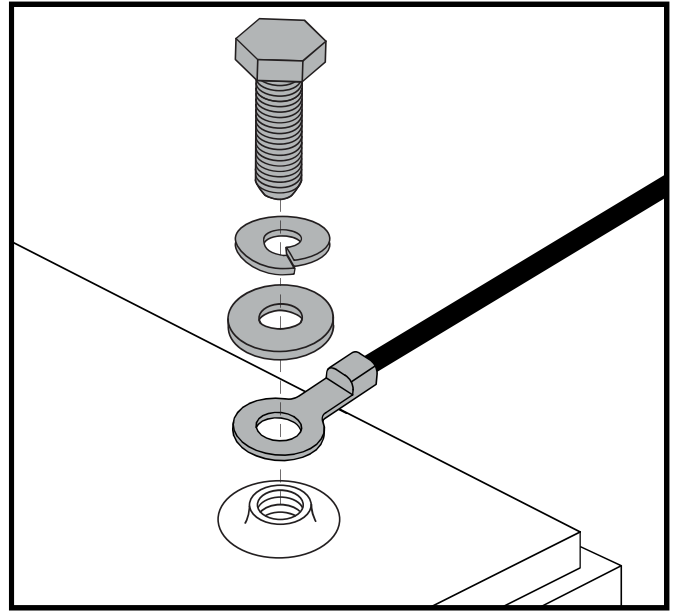

Figuur 14. Verwijdering/installatie van de accu, polen en aansluitingen
2. Maak de bevestiging van de accu's los. **Zie figuur 14.**
3. Maak de bedrading die van voor naar achter loopt los. Ontkoppel beide accukabels door iedere kabel uit de bijbehorende poort te trekken. **Zie figuur 14.**
6. Plaats een nieuwe accu in elke accu compartiment. Bij modellen 710LX en 710LXW moet u de batterijpolen van elke batterij naar achteren gericht houden. Voor alle andere modellen moet u de batterijpolen van elke batterij tegenover elkaar en in de richting van de buitenkant van de scooter plaatsen. **Zie figuur 14.**